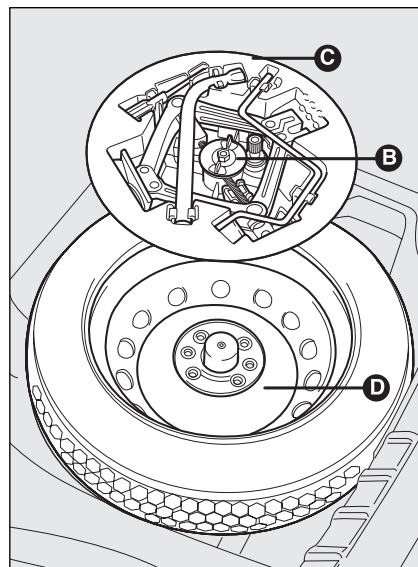

fig. 3
- ☐ svitare il dispositivo di bloccaggio **B**-fig. 3;
- ☐ sistemare il ruotino di scorta **D-fig. 3** nell'apposito vano ricavato nel bagagliaio;